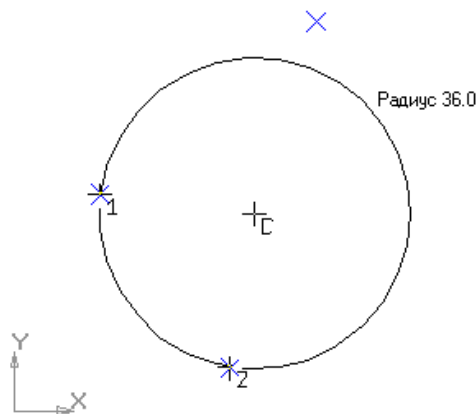

Рис. 11.9.
- 3) Выберите вторую точку по аналогии с первой. Если сейчас перемещать курсор в рабочем поле, то увидите различные варианты окружностей (рис. 11.9), которые можно провести через две выбранные точки.